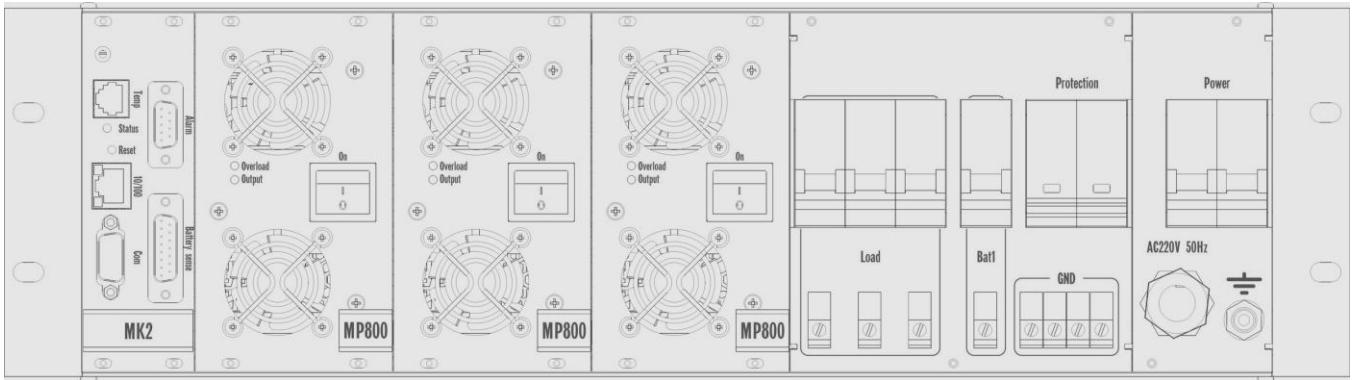

Рисунок 4 – Внешний вид УЭП2-3
*В правой половине каркаса УЭП (рис. 4) расположены:*